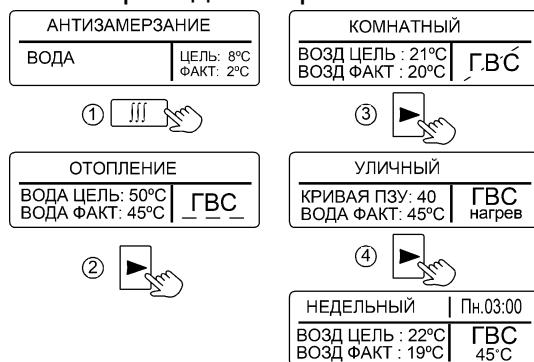
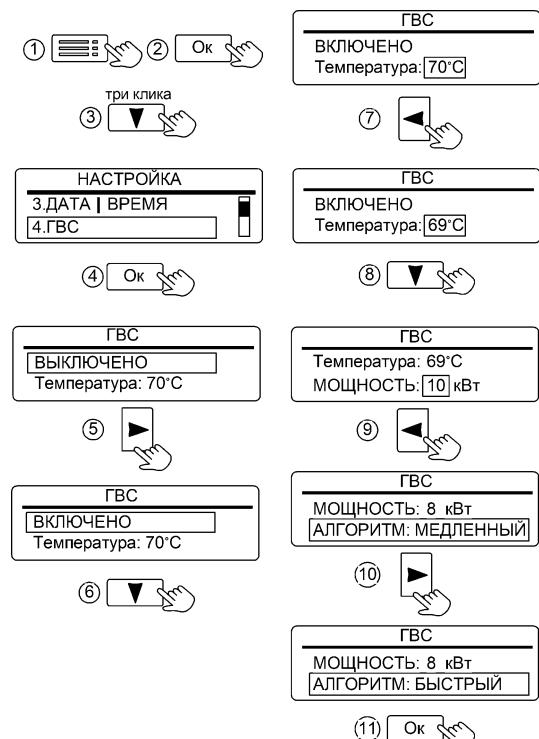
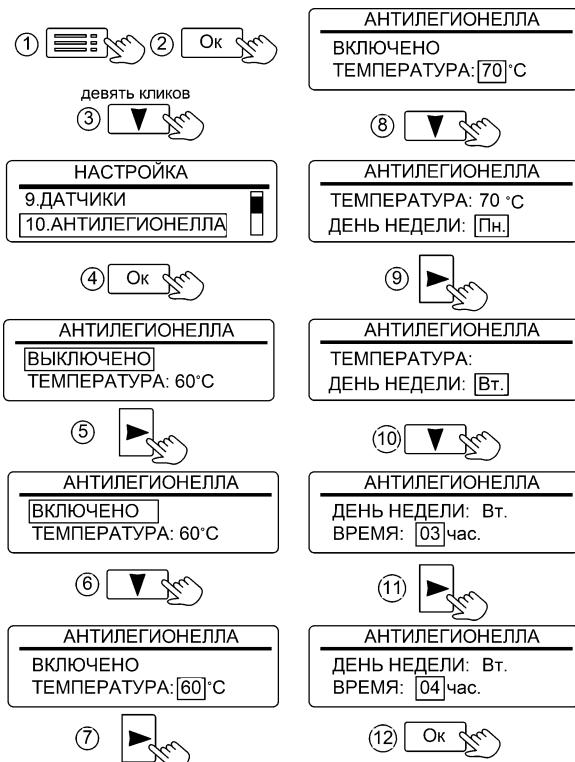

Рисунок 5. Режимы работы прибора
Рисунок 12. Настройка режима «ГВС»
Рисунок 14. Настройка параметров режима «АНТИЛЕГИОНЕЛЛА»
2 - Отображение состояния режима «ГВС» (см. рис. 5):
Вид отображения режимов работы на дисплее приведён на рис.5.
Активация режима «ГВС» и настройка температуры горячей воды показана на рис. 12. Начальная заводская настройка температуры горячей воды - 70°C. При активированном режиме отображается как «ГВС» (см. рис. 5), при выключенном режиме, неисправном или отключённом датчике отображается как ГВС. В подменю «ГВС» предусмотрена настройка ограничения мощности ТЭН. Данную настройку рекомендуется применять при недостаточной мощности змеевика
В любой воде существует вероятность развития **бактерий легионеллы**. Чтобы исключить угрозу отравления водой, получаемой из косвенного водонагревателя, прибор имеет режим «АНТИЛЕГИОНЕЛЛА». Режим автоматически активируется при подключении NTC-датчика температуры к плате контроллера и включения режима «ГВС» (см. рис. 12). При отключении NTC-датчика – режим деактивируется и меню «АНТИЛЕГИОНЕЛЛА» (см. рис. 14) не доступно для Пользователя. Если режим активирован - каждую неделю, в установленное время выполняется нагрев воды в косвенном водонагревателе до значения 60°C, температура поддерживается в течение десяти минут. Во время нагрева вместо надписи «ГВС» отображается значок «» (см. рис. 13). Имеется возможность увеличить температуру нагрева воды до 70°C, при этом время поддержания температуры снизится до пяти минут.
Заводская настройка времени включения нагрева – Понедельник, 03:00. Имеется возможность изменения времени включения (см. рис.14).
Перед активацией режимов «АНТИЛЕГИОНЕЛЛА» и «ГВС» рекомендуем уточнить максимально-допустимую температуру нагрева воды в бойлере. Для предотвращения риска причинения вреда здоровью и поломки оборудования, значения температурных установок в режимах «ГВС» и «АНТИЛЕГИОНЕЛЛА» должны быть меньше максимально-допустимой температуры нагрева воды в бойлере. При необходимости уменьшите значения установок (см. рис. 12, см. рис. 14).
11.1.4 «4.ГВС» - установка состояния режима «ВКЛЮЧЕНО / ВЫКЛЮЧЕНО». Индикация «ВКЛЮЧЕНО» означает разрешение на работу режима ГВС. Индикация «ВЫКЛЮЧЕНО» запрещает работу режима «ГВС» (см. рис. 12).